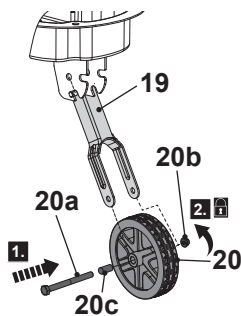

Fig. 1
1. Solte a porca (20b) e remova-a juntamente com o parafuso (20a) e a manga (20c) da roda (20).
2. Insira a manga (20c) na roda (20) e alinhe-a com os orifícios do suporte da roda (19).
3. Passe o parafuso (20a) através dos orifícios de montagem (fig. 1, passo 1).
4. Segure a roda (20) com o parafuso (20a) e a porca (20b) (fig. 1, passo 2).
5. Aperte a conexão adequadamente utilizando duas chaves inglesas adequadas. Certifique-se de que a roda (20) gira livremente.